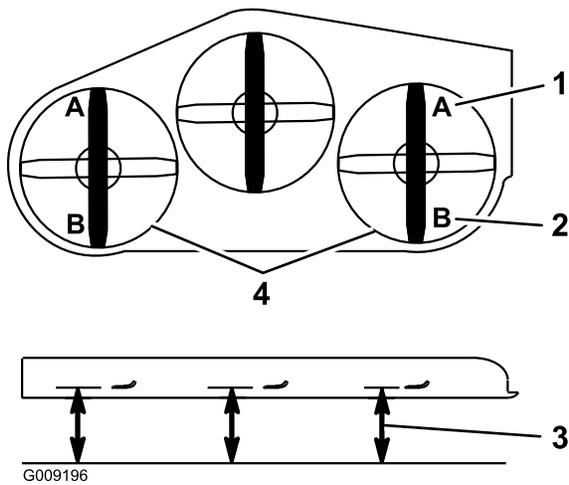

Bild 94
9. Messen Sie an beiden Seiten des Mähwerks den Abstand von der ebenen Fläche bis zur vorderen Messerspitze (Stellung A), wie in Bild 94 abgebildet.
16. Messen Sie an beiden Seiten des Mähwerks den Abstand von der ebenen Fläche bis zur hinteren Messerspitze (Stellung B), wie in Bild 94 abgebildet.